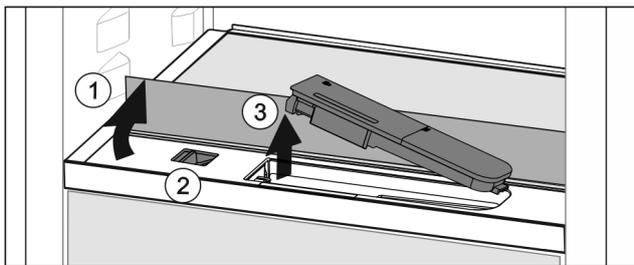

Fig. 59
- ▶ Sollevare il ripiano di vetro e ribaltarlo all'indietro fino all'arresto Fig. 59 (1).
- ▶ Spostare il cursore Fig. 59 (2) a sinistra.
- ▶ Rimuovere il serbatoio dell'acqua Fig. 59 (3).